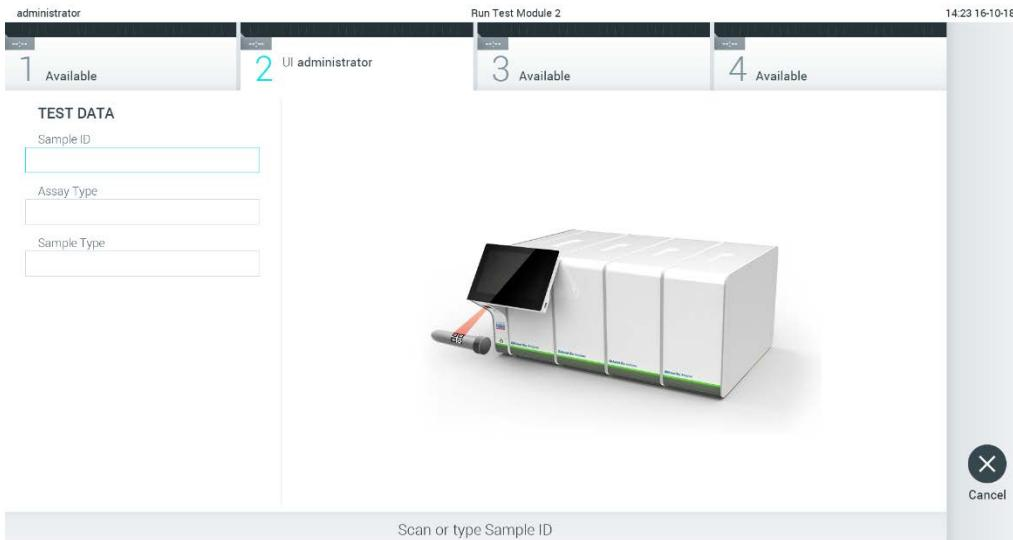

Figura 23. Scanarea codului de bare cu ID-ul probei.
- Atunci când vi se solicită acest lucru, scanăți codul de bare pentru ID-ul probei, folosind cititorul de coduri de bare integrat în modulul operațional (Figura 23).